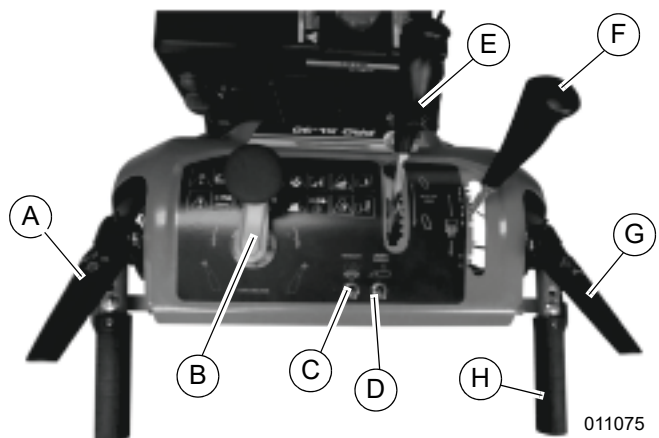

Figure 3-5. Commandes
3. Voir Figure 3-5. Régler le sélecteur de vitesse (F) sur le rapport souhaité. Voir Choix des rapports de vitesse.
5. Pousser le levier de tarière (G) vers le bas sur la poignée (H) pour mettre la tarière de la souffeuse à neige en rotation.
6. Serrer délicatement le levier de commande de déplacement (A) pour embrayer les roues.
Voir Figure 3-5. Le sélecteur de vitesse permet de sélectionner :
1. Voir Figure 3-5. Déplacer la commande de hauteur de la goulotte (E) vers l'avant pour abaisser le déflecteur de goulotte et projeter la neige moins loin.
1. Voir Figure 3-5. Mettre l'interrupteur de chauffage des poignées (D) en position de marche pour activer le chauffage des poignées.
1. Voir Figure 3-5. Mettre l'interrupteur du phare à DEL (C) en position ON (MARCHE) pour allumer le phare.